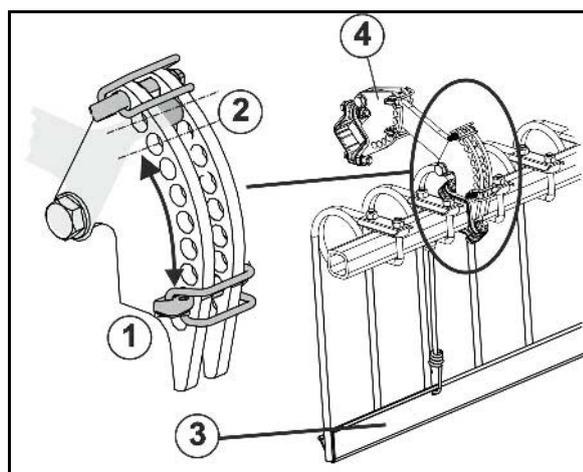

Fig. 36
- Verkehrssicherungsleiste (Fig. 36/3) montieren.
- Zinken mit Absteckbolzen (Fig. 36/1) in Position 2 festsetzen.